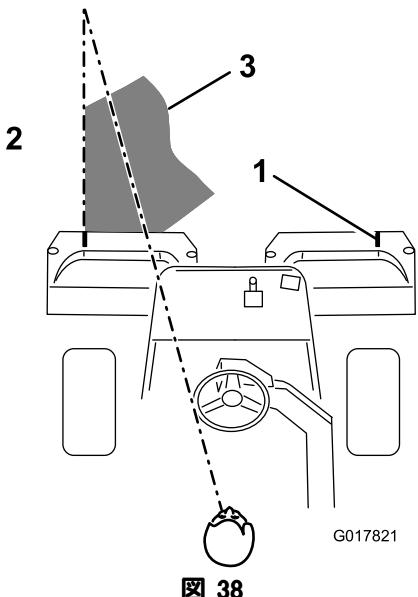

図 38
- 行きと帰りでのオーバーラップができるだけ小さくなるように運転します。隣の列との距離を一定に保って直進するには、本機の前方約2～3mを視野に捕らえておくのがポイントです（図 38）。ハンドルを目印にして距離を合わせても良いでしょう。その場合、ハンドルの縁と本機前方の目標ラインとを重ねて見ながら運転します（図 38）。